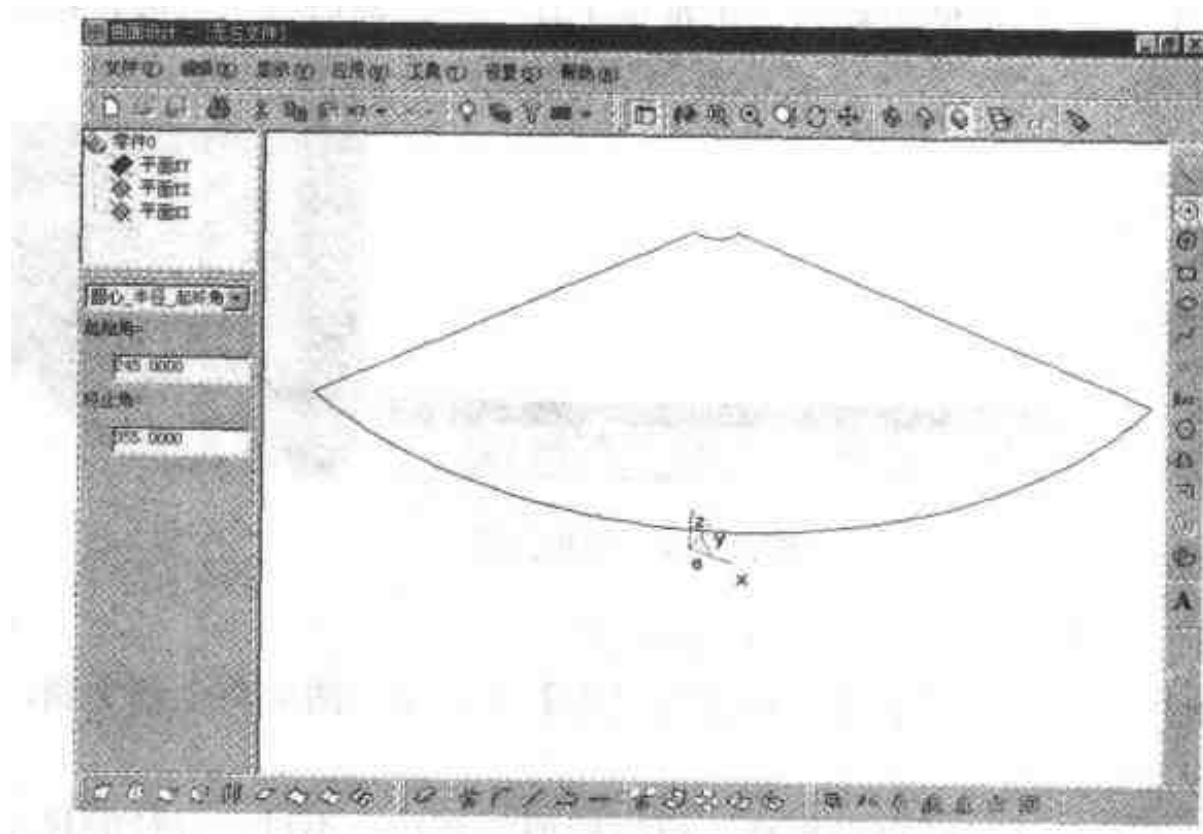

图 2.103 基础线架
- (1) 加载曲面设计模块, 启动【曲面设计】后进入曲面设计环境, 将当前工作平面切换为 XOY, 在 Z 高度为 183 的 XY 平面内绘制两个圆弧: 单击  按钮, 选择【圆心-半径-起始角】, 设定第 1 个圆弧参数: 圆心(0, 0, 183), 半径 240, 起始角度  $245^{\circ}$ , 终止角度  $355^{\circ}$ 。第二个圆弧参数: 圆心(0, 0, 183), 半径 12, 起始角度  $245^{\circ}$ , 终止角度  $355^{\circ}$ 。用直线连接两圆弧端点, 如图 2.103 所示。